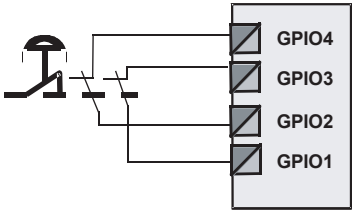

Figure 8 : Connecter un arrêt d'urgence
ainsi qu'aux exigences de l'analyse de sécurité. Il est essentiel de choisir des composants à 2 contacts normalement fermés (NF) guidés (*Figure 8*), homologués à l'indice ou la catégorie de sécurité pertinente. En règle générale, pour optimiser la fiabilité, nous préconisons l'emploi de composants de sécurité à contacts intégrés en or. Les quatre bornes "GPIO1" – "GPIO4" sont prévues pour connecter les composants de sécurité. Une fonction de surveillance des courts-circuits et des interconnexions est prévue sur ces bornes.